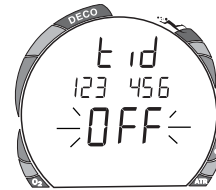
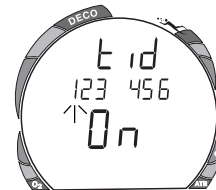

Fig. 48 - Einstellung Code OFF
Fig. 49 - Einstellung Code ON
- Drücken Sie die linke Taste ("Weiter") zur Bestätigung und kehren Sie damit in den Oberflächenmodus zurück, wenn OFF gewählt wurde (Fig. 48). Bei der Wahl von ON beginnt dann die erste Stelle des Codes zu blinken (Fig. 49).